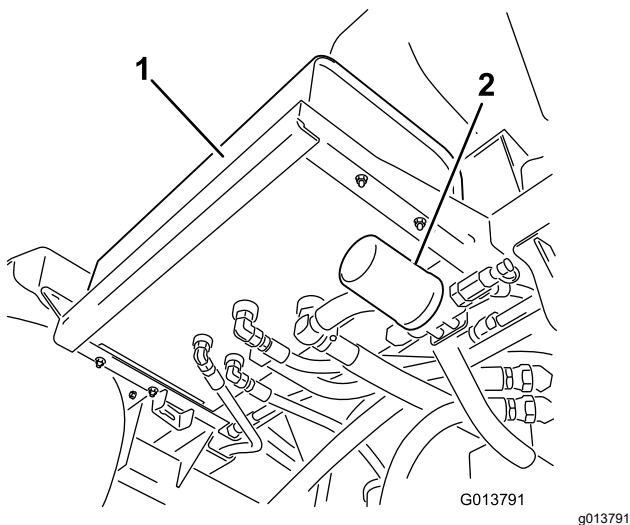
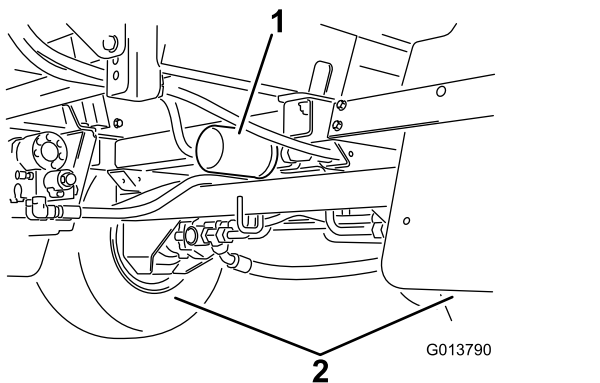

Figure 97
Figure 98
- Localisez les 2 filtres hydrauliques sur la machine (Figure 97 et Figure 98).